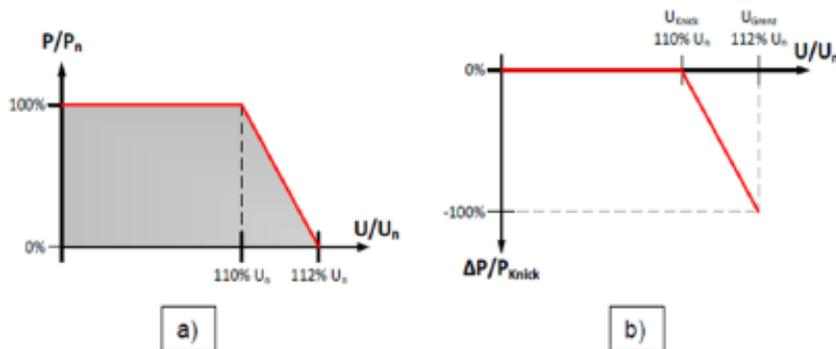

Abbildung 14: Standardeinstellungen der $P(U)$ -Regelung
- Beim $P(U)$ -Wirkleistungsbetriebsbereich wird die maximal zulässige Wirkleistungsabgabe entsprechend Abbildung 14 (a) abhängig von der Spannung begrenzt. Bei Überschreiten der Spannung U_{Knick} reduziert sich der zulässige Maximalwert von 100 % der Bemessungswirkleistung linear auf 0 bei U_{Grenz} .
- Die spannungsgeführte Wirkleistungsabregelung wird durch eine $P(U)$ -Kennlinie realisiert. Bei Überschreiten der Spannung U_{Knick} erfolgt eine lineare Reduktion der Einspeiseleistung um ΔP bezogen auf die momentane Einspeiseleistung P_{Knick} (Wirkleistung zum Zeitpunkt der Überschreitung von U_{Knick}) entsprechend Abbildung 14 (b).